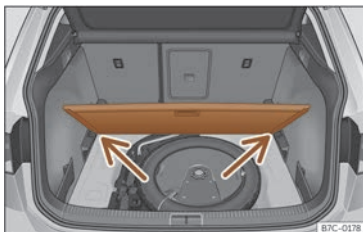

Fig. 162 Piso variável do maletreiro: posição inclinada.
- Apoie o piso sobre os aloxamentos previstos para tal uso >>> **fig. 162** (frechas).